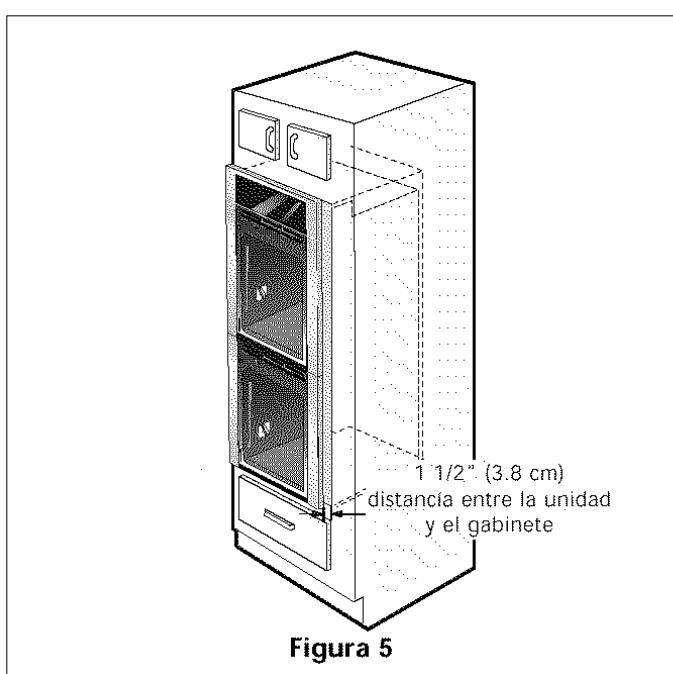

Figura 5
- Introduzca la unidad dentro de la apertura del gabinete. Deslícela dejando 1½" (3.8 cm.) entre el horno y el frente del gabinete (vea figura 5). Empuje la unidad y tire el cable blindado a través del hoyo en el piso, y hacia la caja de empalmes.